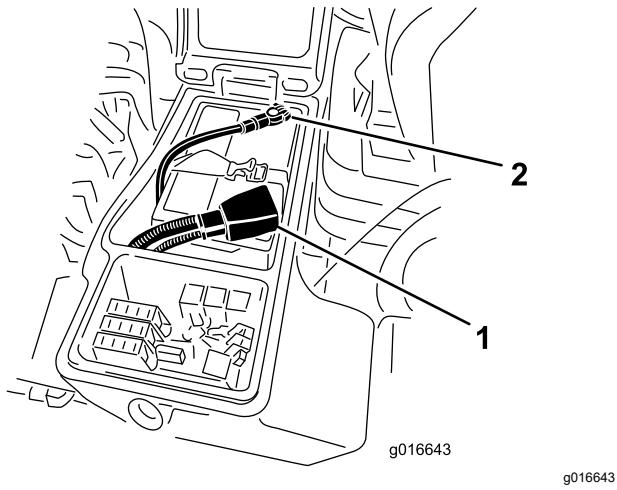

Bild 57
4. Klemmen Sie das Pluskabel (Rot) am Pluspol (+) der Batterie und das Minuskabel (Schwarz) am Minuspol (-) der Batterie an (Bild 57). Befestigen Sie die Kabel mit Kopfschrauben und Muttern an den Polen. Stellen Sie sicher, dass die Plusklemme (+) vollständig auf den Pluspol aufgezogen und das Kabel fest an die Batterie angeklemmt ist. Das Kabel darf die Batterieabdeckung nicht berühren. Ziehen Sie den Gummischuh über den Pluspol, um Kurzschlüsse vorzubeugen.